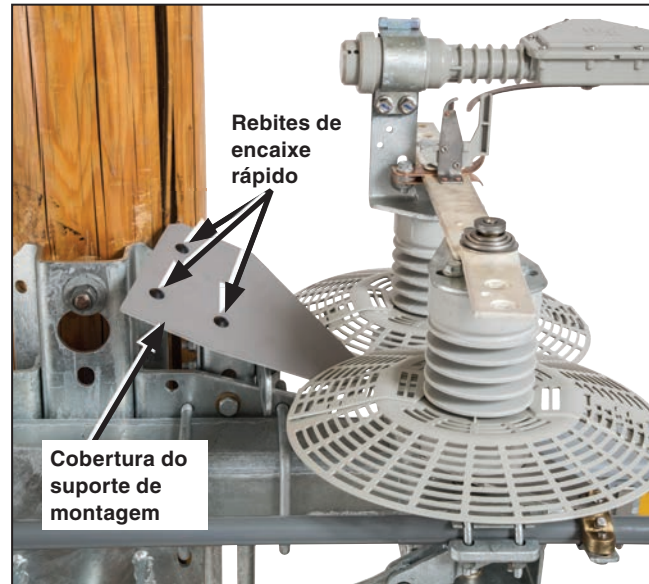

Figura 19. Cobertura do suporte de montagem ao poste.
- (e) Após a instalação dos discos de proteção de vida selvagem, instale a cobertura do suporte de instalação ao poste usando os rebites de encaixe rápido fornecidos. Ver Figura 19.